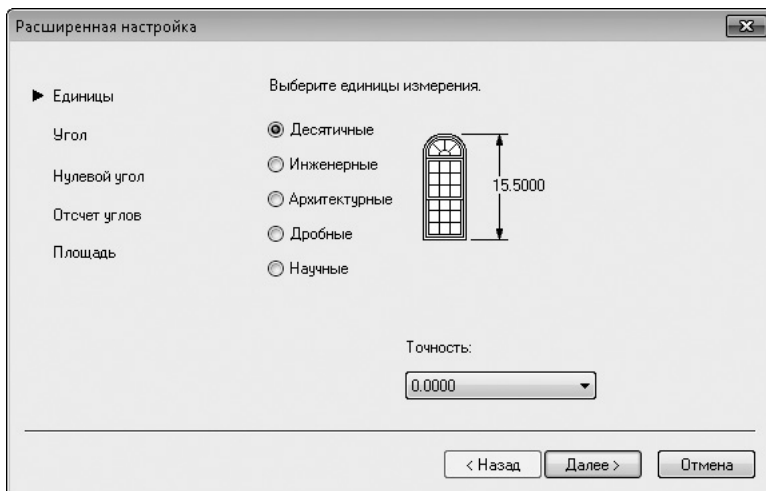

Рис. 1.33. Выбор единиц измерения
2. В первом окне мастера (рис. 1.33) предлагается выбрать единицы измерения чертежа, а также в раскрывающемся списке — точность значений (количество знаков после запятой). Настроив параметры, нажимаем кнопку **Далее**.